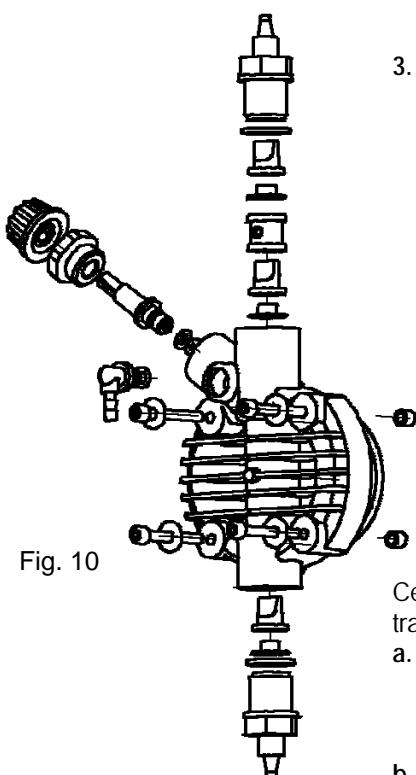

Fig. 10
2. Contrôler au moins tous les six mois le fonctionnement de la pompe, l'étanchéité des vis et des joints, effectuer des contrôles plus fréquents avec des liquides plus agressifs, contrôler en particulier la concentration d'additif dans l'installation ; une réduction de cette concentration pourrait être déterminée par l'usure des soupapes (qui dans ce cas doivent être remplacées en faisant attention au moment du remontage comme dans la Fig. 10) ou bien par le bourrage du filtre qui doit être nettoyé comme indiqué au point suivant 3.
Pour effectuer cette opération, si l'appareil n'est pas fixé à l'installation on peut le faire tressauter pendant quelques secondes (15-30) en le retournant avec les tubes non branchés aux raccords, si ce n'est pas possible démonter et remonter le corps de la pompe (Fig. 10), moyennant les quatre vis de fixation.
Étant donné la solidité du système, aucune panne d'origine vraiment mécanique ne se produit. Il peut y avoir parfois des fuites de liquides de certains raccords ou bagues de fixation des tubes desserrés, ou plus simplement encore à cause de la rupture du tube de refoulement. Ces fuites sont très rarement dues à la rupture de la membrane ou à l'usure du joint d'étanchéité de celle-ci. Dans ce cas les composants sont à changer en dévissant les quatre vis du corps de la pompe (Fig. 10), en remontant ces vis, les serrer de manière uniforme avec une valeur maximale de couple recommandée de 180÷200 Nxcm. Après avoir éliminé la cause de la fuite, nettoyer la pompe doseuse en éliminant tous les éventuels résidus d'additif stagnants car ils risquent d'endommager le boîtier de la pompe.
a. Démonter les soupapes d'aspiration et refoulement, les nettoyer et les remonter dans la même position (Fig. 10). Si ces soupapes ont des espèces d'enflures, contrôler sur le tableau prévu à cet effet la compatibilité de l'additif avec le type de soupape montée sur la pompe (soupape standard en Viton®; ou un autre élastomère compatible ; sur demande sont disponibles les soupapes à sphère).